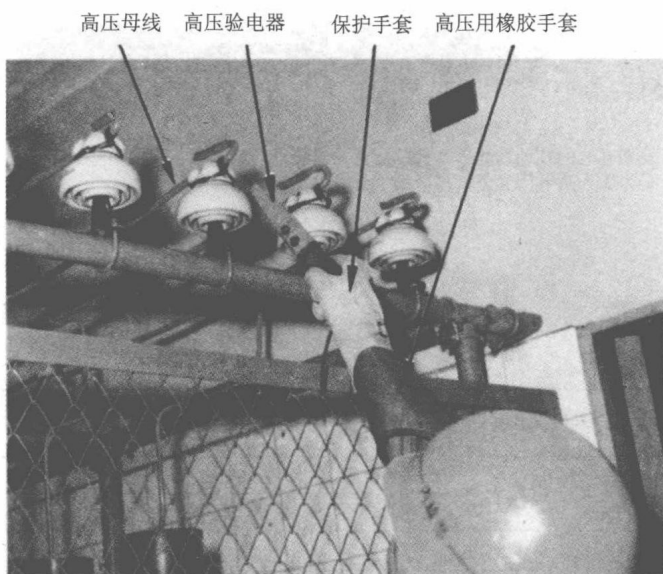

图 1.7 6kV 高压验电作业
① 为了预防发生触电事故灾难,要保持规定的安全距离,戴上高压绝缘橡胶手套作业(图 1.7)。